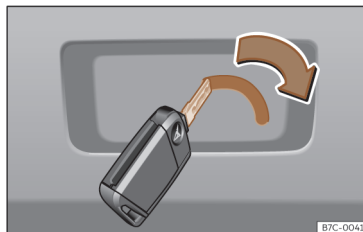

Fig. 59 Détail du coffre à bagages : déverrouillage d'urgence.
- Introduisez le panneton de la clé dans la rainure et déplacez la clé dans le sens de la flèche jusqu'à ce que vous déverrouilliez la serrure >>> fig. 59.